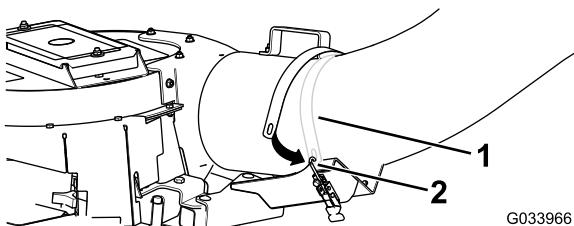

図 10
8. チューブにラッチブラケットのストラップを掛け、ラッチフックでチューブをプロアに固定する図10。